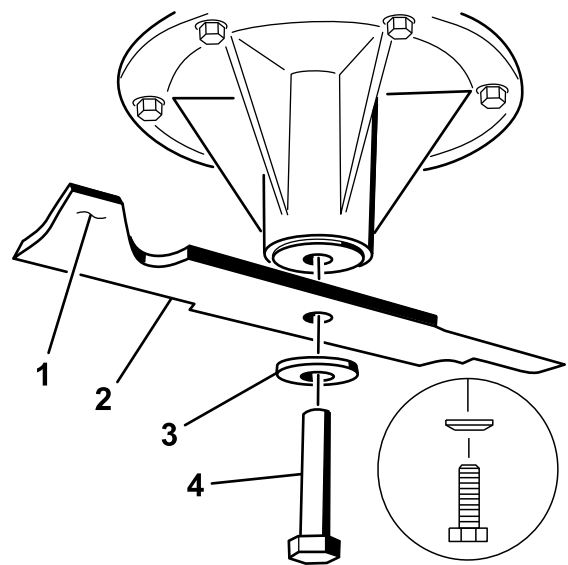

Figure 101
1. Placez la lame sur l'axe (Figure 101).
2. Mettez en place la rondelle élastique et le boulon de la lame (Figure 101).
Remarque: Le cône de la rondelle élastique doit être dirigé vers la tête du boulon (Figure 101).